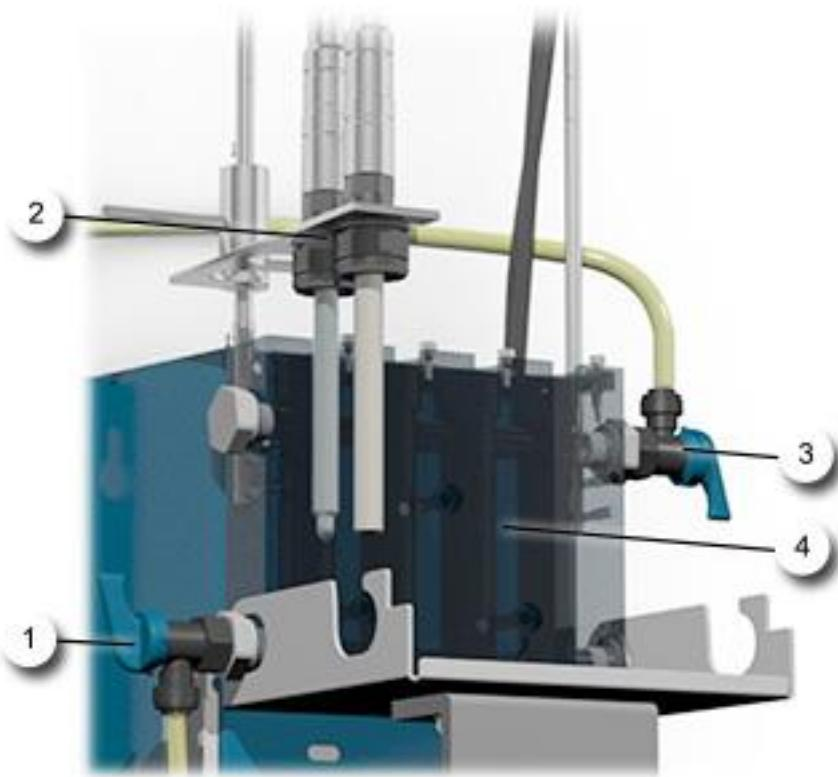

Figure 19: Vue d'ensemble AquaMaster avec AquaScat WTM
2.	Retirer tous les sondes du bloc de mesure et les positionner sur le bras de verrouillage (Figure 19, position 2).   Plonger les sondes de pH et de conductivité dans un récipient d'eau pour éviter qu'ils ne sèchent. Ne pas utiliser de l'eau distillée, mais de l'eau du robinet propre.
3.	Retirer le flexible du bloc de mesure auprès du robinet de réglage d'admission (Figure 19, position 1), ouvrir le robinet d'admission et laisser le bloc de mesure se vider dans un récipient.
4.	Nettoyer le bloc de mesure (Figure 19, position 4) à l'aide d'un goupillon.
5.	Remettre en place le flexible d'admission (Figure 19, position 1).